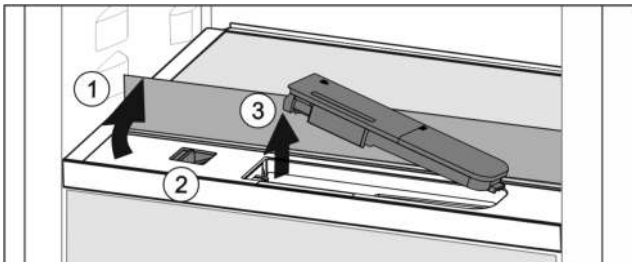

Fig. 78
- Glasplatte anheben und bis zum Anschlag nach hinten klappen Fig. 78 (1).
- Schieber Fig. 78 (2) nach links schieben.
- Wassertank entnehmen Fig. 78 (3).